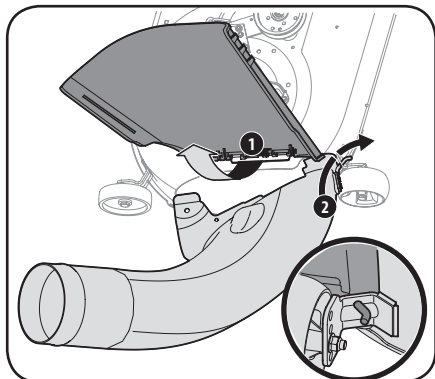

Figura 4-12
1. Con el canal de descarga del tractor levantado y manteniéndolo abierto (1), instale el codo del canal colocando el codo del canal de la varilla montadora en la lengüeta de la lengüeta montadora (2), como se muestra en la Figura 4-12.